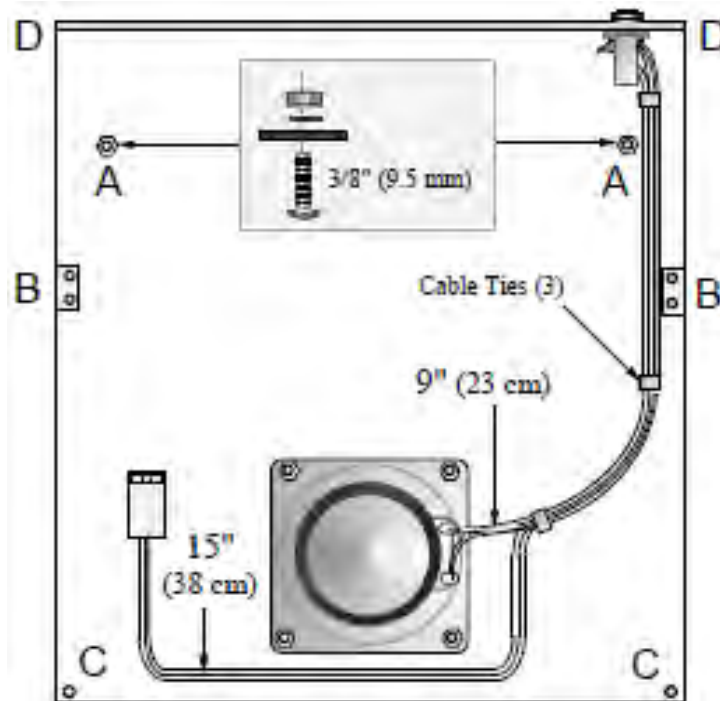

Figure 7-1
[] Drehen Sie den oberen Deckel auf den Kopf, wie in Fig. 7-1 zu sehen, wobei die Rückwand nach hinten weist. Die Abbildung zeigt, wie der Lautsprecher, das 2-Leiter-Kabel, die Buchse für Außenlautsprecher und anderes Befestigungsmaterial am oberen Deckel angebracht wird. 3/8" (9.5 mm) 9" (23 cm) 15" (38 cm) Cable Ties (3) A A B B C C D D
[] Platzieren Sie Fiberscheiben Nr.4 (schwarz) auf jedes der 4 Lautsprechermontierlöcher am oberen Deckel (Fig. 7-1). Trimmen Sie die Ecken des Tuches, damit es genau zwischen die Fiberscheiben passt, diese nicht berührt.
[] Wie in Fig. 7-1 zu sehen, gibt es zwei freie Löcher A . Mit zwei Schrauben 4-40 x 3/8 Zoll (9,5 mm) füllen Sie diese Löcher, und machen sie mit Sicherheitsscheiben Nr. 4 und Muttern 4-40 fest. (Dieses Befestigungsmaterial wird zum Festhalten der Innenbatterie gebraucht.)
[] Installieren Sie zwei 2-D-Halter an den 2 Plätzen B, die in Fig. 7-1 angedeutet sind. Die 2-D-Befestiger müssen genau in Linie mit den Kanten des oberen Deckels liegen. Benützen Sie pro 2-D-Befestiger zwei Chassisschrauben
[] Setzen Sie die Buchse für den Außenlautsprecher in das mit "EXT SPKR" beschriftete Loch an der Rückwand. Orientieren Sie die Buchse, wie in Fig. 7-1 und Fig. 7-4 gezeigt, wobei der Anschluss "AF" nahe der Innenseite des oberen Deckels liegt. .Vorsicht: Falsche Anordnung der drei Anschlüsse könnte dazu führen dass der NF-Ausgang) auf Masse kurzgeschlossen wird.
[] Verwenden Sie drei Kabelbinder an den in Fig.7-1 gezeigten Punkten, um die Lautsprecherkabel am Platz zu halten. (Heben Sie den 4. Kabelbinder für die Verwendung an der beiliegenden HF-Sonde auf.) Die Kabelbinder sind festzuziehen. Zwicken Sie jede überstehende Länge der Kabelbinder ab.
[] Entfernen Sie das Maskiermaterial von den 2 Montierlöchern am oberen Deckel, markiert C in Fig. 7-1.
[] Schneiden Sie durch und pellen ab etwa ½ Zoll x ½ Zoll (12 x 12 mm) Maskiermaterial von den Montierlöchern im oberen Deckel, markiert D in Fig. 7-1. Diese Löcher sind in den abliegenden Ecken der Rückplatte des oberen Deckels, entsprechend Schrauben 1 und 2 in Fig. 7-6.